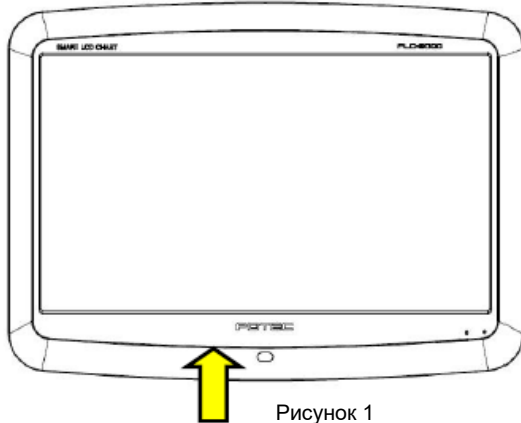

Рисунок 1
- Вставте на USB-накопичувач у USB-порт на PLC-8000 (pol), як на рис. 1 і 2